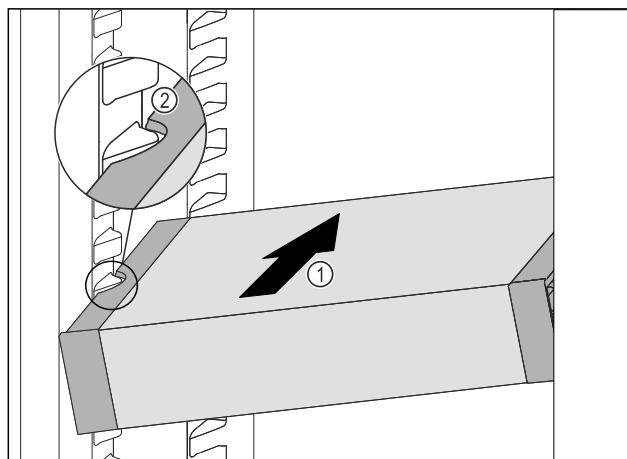

Fig. 213
- Zasuňte VarioSafe do chladničky pod úhlem tak Fig. 213 (1), aby vybrání na bocích Fig. 213 (2) VarioSafe byla na úrovni žebrování na nádoby v chladničce.